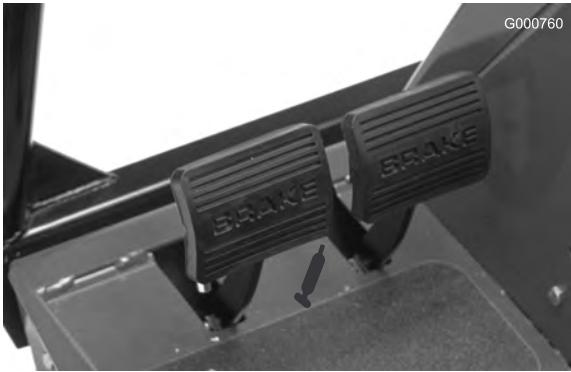

Figure 51
- Axe de pédale de frein (1) (Figure 51)